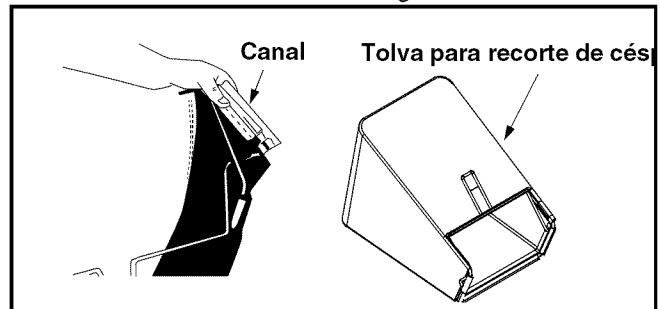

Figura 7
- Todos los canales plásticos se unen desde el exterior de la bolsa. Vea la Figura 7 .